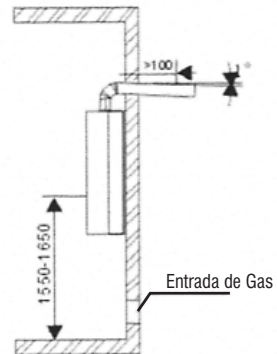

Fig.7
-La zona horizontal de la chimenea debe ser lo mas corta posible y debe estar inclinada al menos 1 grado hacia abajo para que las gotas de condensación de vapor puedan fluir fácilmente. Fig.7